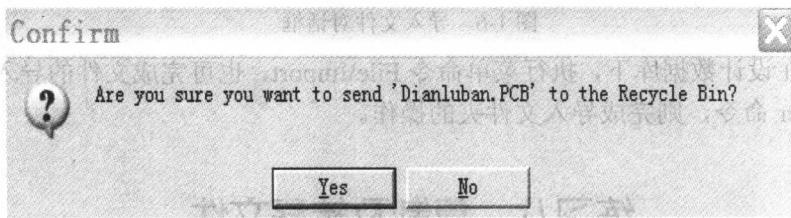

图 1-7 确认删除对话框
- (1) 将文档放入设计数据库回收站 Recycle Bin：
- ① 关闭 Dianluban.PCB 文件。
- ② 将光标移到 Dianluban.PCB 文件图标上，单击鼠标右键，在弹出的快捷菜单中选择 Delete 命令，系统将弹出 Confirm(确认)对话框，如图 1-7 所示，单击 Yes 按钮，则将文档放入设计数据库回收站(Recycle Bin)。